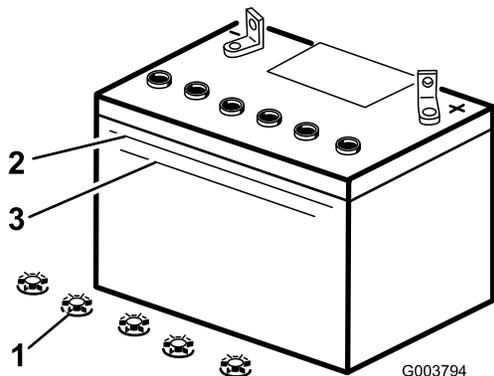

Figure 34
Remarque: Le niveau de l'électrolyte doit atteindre le trait supérieur (Figure 34). Le niveau d'électrolyte ne doit pas descendre au-dessous du trait inférieur (Figure 34).
3. Enlevez les bouchons de remplissage de la batterie (Figure 34).
4. Versez de l'eau distillée avec précaution dans chaque élément jusqu'au repère supérieur (Figure 34) sur le côté de la batterie.
Remarque: Au besoin, ajoutez de l'eau distillée pour amener le niveau jusqu'au repère supérieur sur le côté de la batterie (Figure 34).